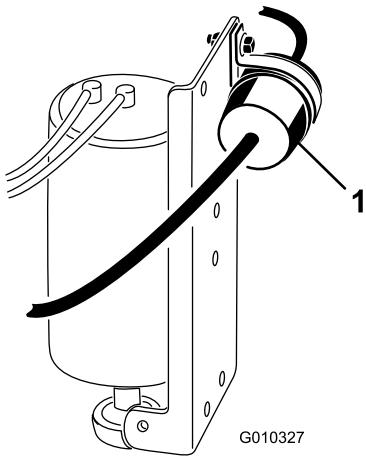

Figura 37
2. Coloque un recipiente debajo del filtro de combustible (Figura 37).